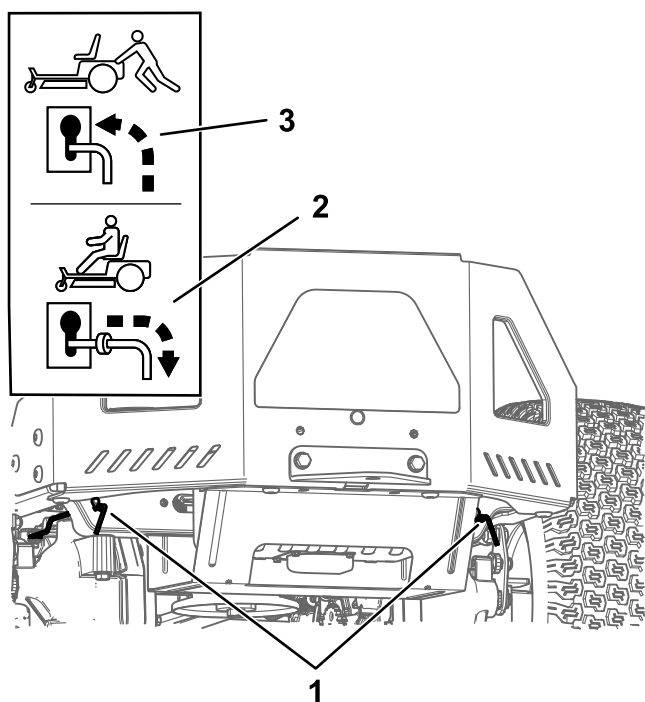

Figura 31
4. Spostate entrambe le leve di bypass in avanti attraverso il foro asolato e verso il basso per bloccare in posizione (Figura 31).